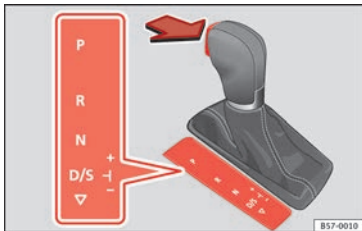

Abb. 181 Wählhebelsperre.
- Betätigen Sie das Bremspedal *und* halten Sie gleichzeitig die Sperrtaste in Pfeilrichtung gedrückt » **Abb. 181**.